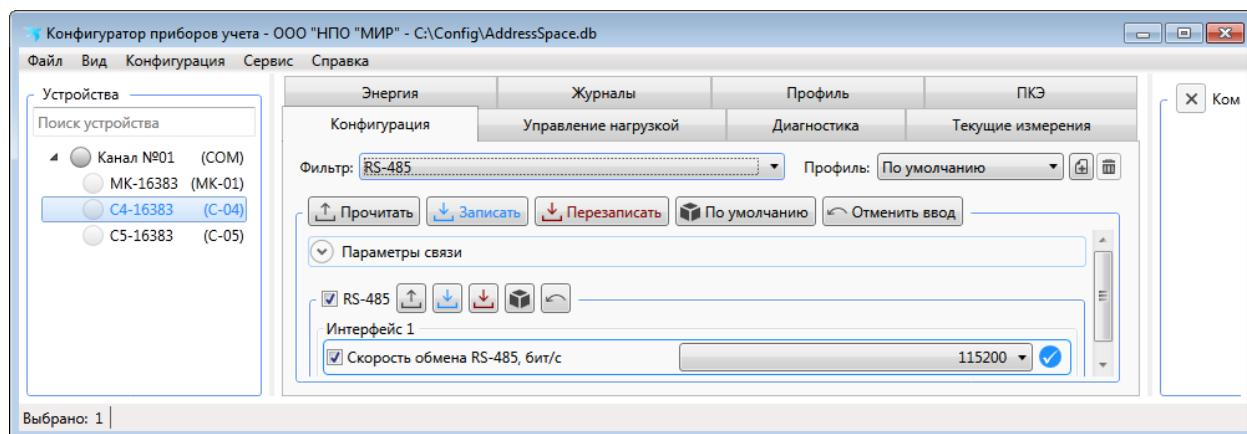

Рисунок 9.21 – Конфигурирование интерфейса RS-485
9.5.9.2 В поле *Скорость* выбрать значение скорости передачи данных (например, 115200 бит/с) и нажать кнопку в поле *RS-485* для сохранения измененных значений (рисунок 9.21).